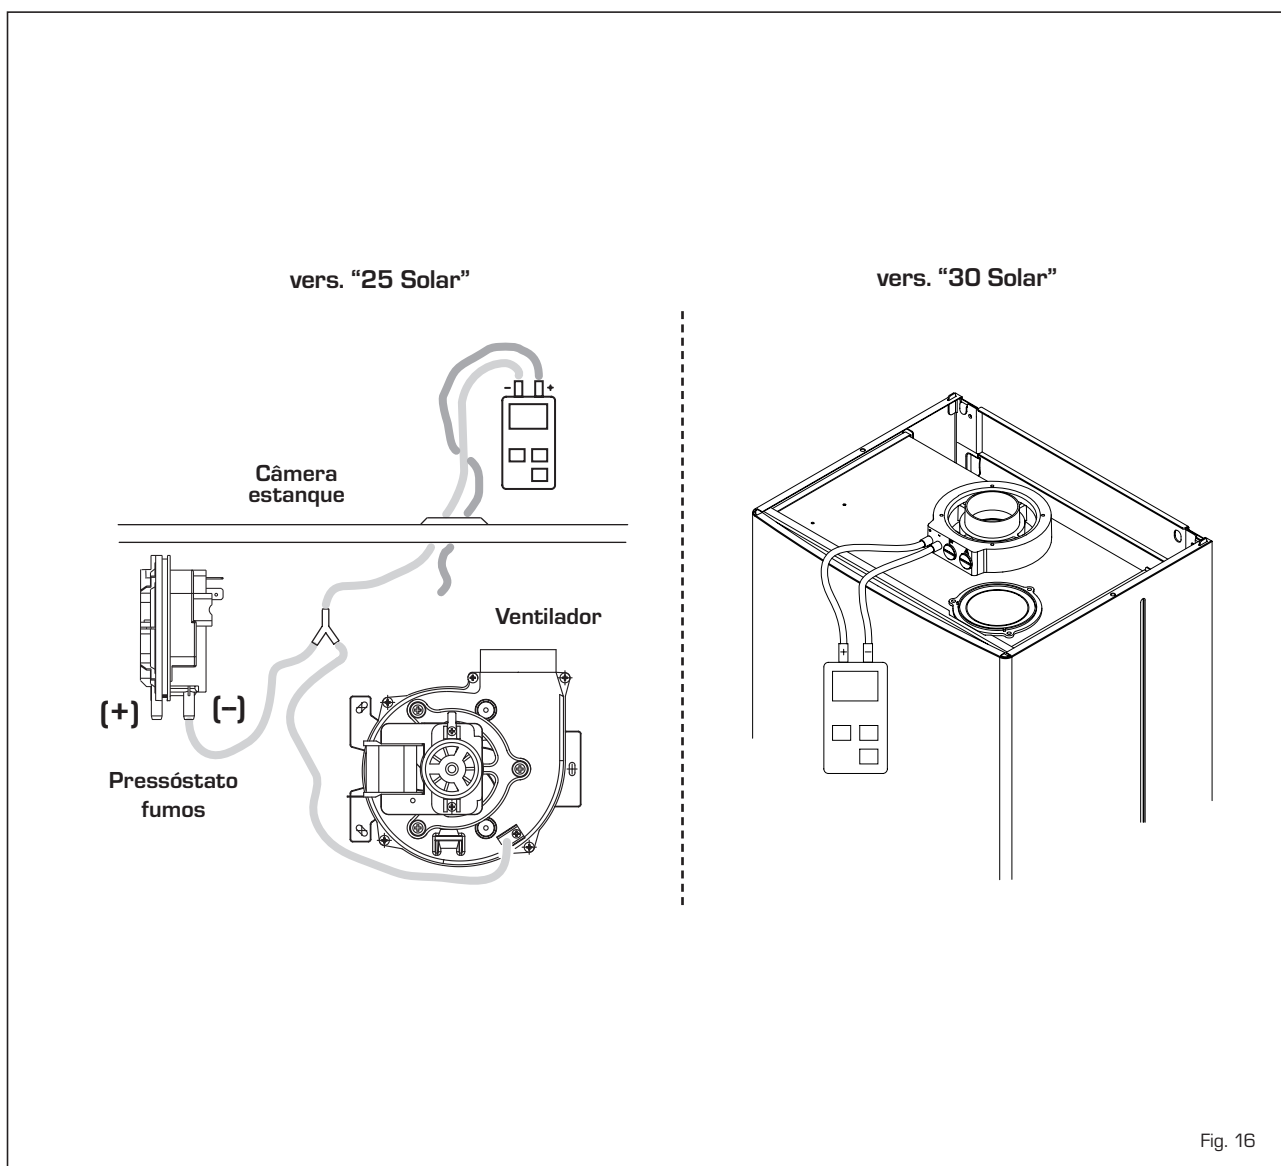

Fig. 16
3.5 PRESSÓSTATO DE FUMOS [fig. 16]
O pressóstato de fumos, com calibragem: 5,3 - 6,3 mm H₂O na vers. "25 Solar" 3,6 - 4,6 mm H₂O na vers. "30 Solar", tem a capacidade de garantir o funcionamento do aparelho mesmo com tubos de aspiração e evacuação no limite máximo do comprimento admitido. O valor do sinal a pressóstato é medido com um manómetro diferença ligado como indicado na fig. 16.